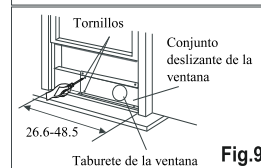
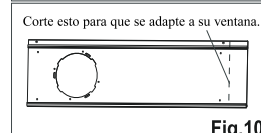
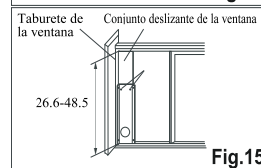

Fig.9
Fig.10
Fig.15
2. Abra el marco de la ventana y coloque el conjunto deslizante de la ventana en el taburete de la ventana (Fig. 9). Fije el conjunto deslizante de la ventana al taburete de la ventana. Ajuste la longitud del juego de deslizamiento de la ventana según el ancho de la ventana. Atornille los dos tornillos del conjunto deslizante de la ventana. Véase la Fig. 9. Corte el conjunto de deslizamiento de la ventana ajustable si el ancho de la ventana es inferior a 26.6 pulgadas (Fig. 10).
2. Abra el marco de la ventana y coloque el conjunto deslizante de la ventana en el taburete de la ventana (Fig. 15). Fije el conjunto deslizante de la ventana al taburete de la ventana. Ajuste la longitud del conjunto de deslizamiento de la ventana según la altura de la ventana. Atornille los dos tornillos del kit deslizante de la ventana. Véase Fig. 15. Corte el conjunto de deslizamiento de la ventana ajustable si la altura de la ventana es inferior a 26.6 pulgadas (Fig. 10).